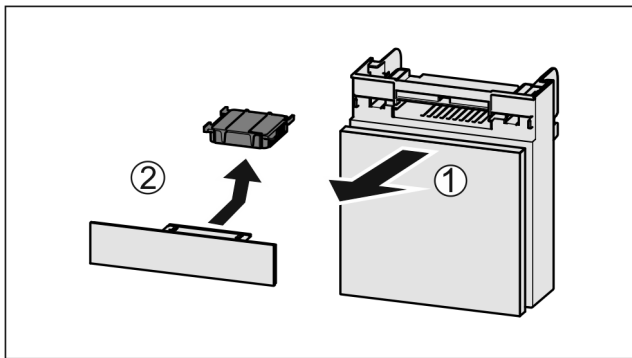

Fig. 111
- ▶ Вытянуть Fig. 111 (1) отделение движением вперед.
- ▶ Извлечение Fig. 111 (2) фильтра с активированным углем.